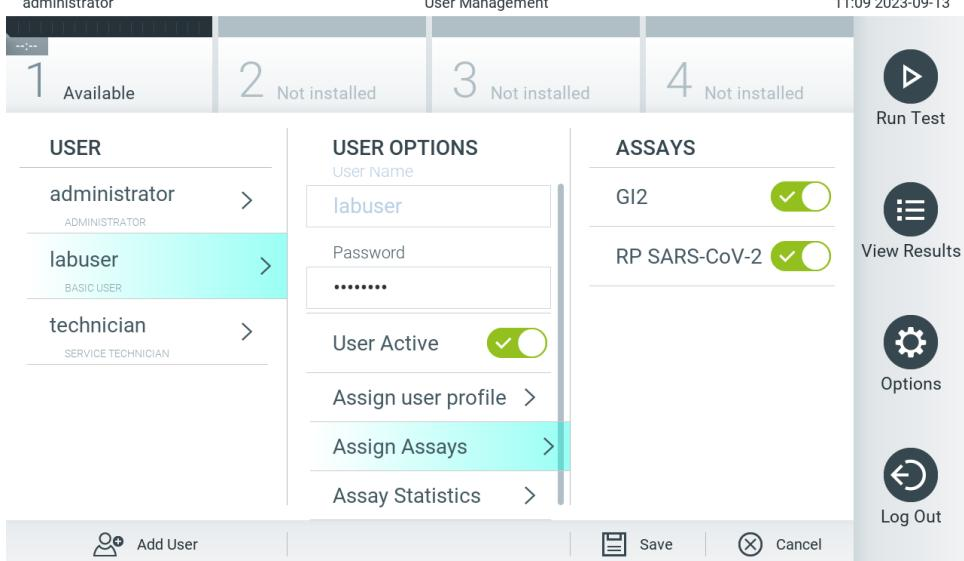

Abbildung 53. Zuweisung von Assays zu Benutzern.
- **Assign Assays** (Assays zuweisen): Ermöglicht das Auswählen der Assays aus der Assay-Datenbank, die dieser Benutzer ausführen darf. Wählen Sie die Assays aus der Liste rechts im Inhaltsbereich aus (Abbildung 53)